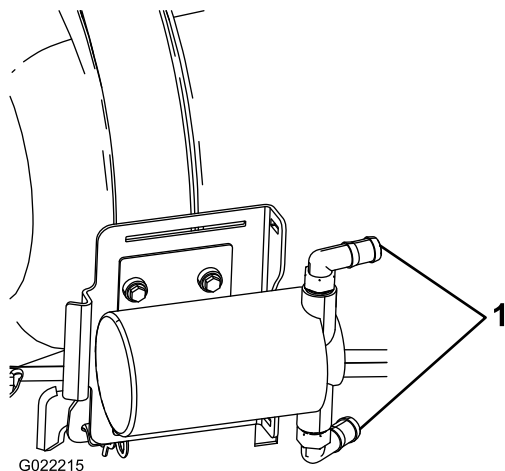

Figura 10
5. Montate i raccordi portagomma della pompa come illustrato in Figura 10.